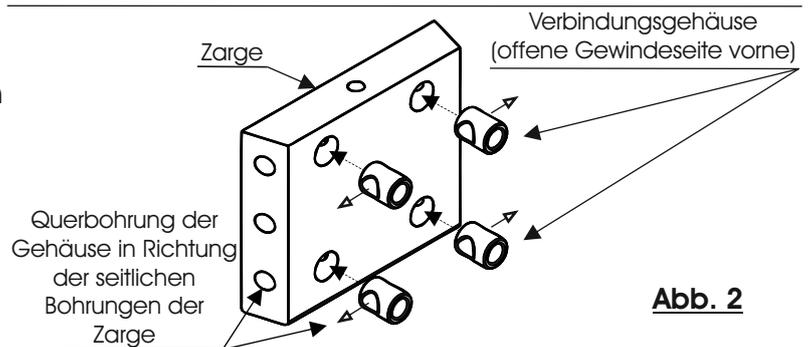

Abb. 2
3. Legen Sie sich die Bank mit der Unterseite nach oben zurecht und positionieren die Fußgestelle auf diese Fläche. Die Bolzen dienen zur Stabilisierung der Rückenlehne und werden durch den unteren Boden in die Lehne geschoben. (Abb. 2)
4. Verschrauben Sie die Fußgestelle mit je sechs Ø6x20mm Flachzylinderkopfschrauben. (Abb. 2)
3. Legen Sie sich die Zargen zurecht. Drücken Sie in jeder Zarge vier Verbindungsgehäuse ein. Diese befinden sich im beiliegenden Beschlagsbeutel. Achten Sie darauf, dass die offene Gewindeseite des Gehäuses nach vorne und die Querbohrung zu den seitlichen Bohrungen gerichtet ist. (Abb.2)